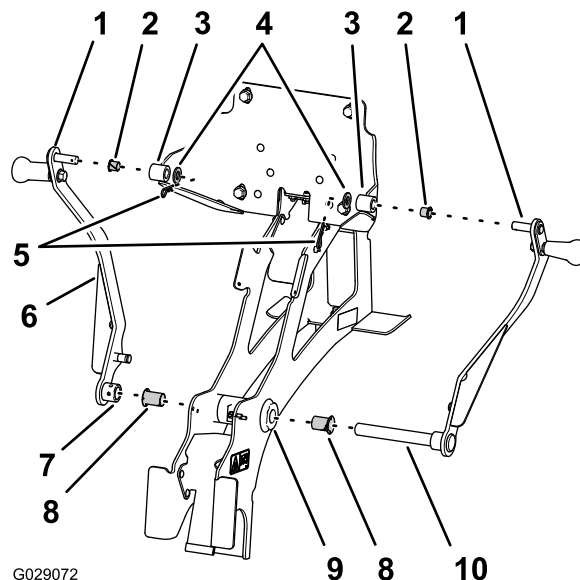

Figure 6
1. Insérez une douille à embase (3/4 po diamètre int.) à chaque extrémité du tube de pivot dans le cadre porteur principal (Figure 6).
2. Insérez une douille à embase (1/2 po diamètre int.) dans les moyeux gauche et droit de la plaque d'appui (Figure 6).
3. Insérez l'axe de pivot inférieur du bras de berceau droit dans la bague à embase sur le côté droit du tube de pivot et le pivot (Figure 6).
4. Insérez l'axe de pivot supérieur du bras de berceau droit dans le moyeu droit de la plaque d'appui (Figure 6).
5. Fixez l'axe de pivot supérieur à la plaque d'appui avec une rondelle (1/2 po) et une goupille fendue (Figure 6).
6. Placez le moyeu du bras de berceau gauche au bout de l'axe de pivot inférieur du bras de berceau droit qui dépasse à gauche de la bague à embase gauche du tube de pivot (Figure 6).
7. Insérez l'axe de pivot supérieur du bras de berceau gauche dans le moyeu gauche de la plaque d'appui (Figure 6).
8. Fixez l'axe de pivot supérieur du bras de berceau gauche à la plaque d'appui avec une rondelle (1/2 po) et une goupille fendue (Figure 6).